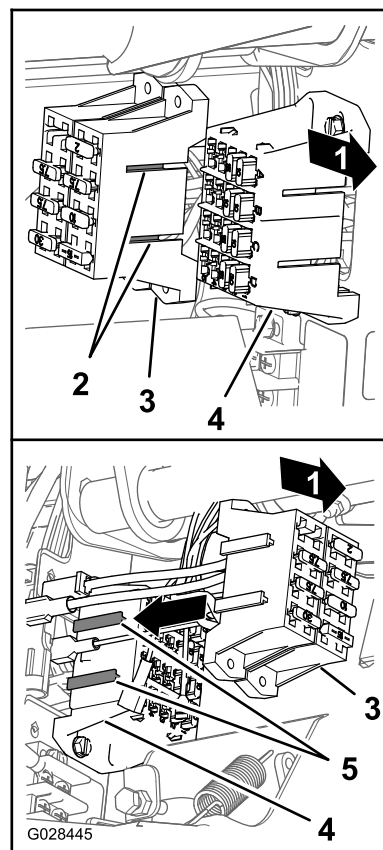

Figura 24
- Aliniați fittingurile în T de pe blocul de siguranțe al pulverizatorului la fantele în T ale blocului de siguranțe al mașinii și glisați blocul de siguranțe al pulverizatorului în fante până când blocul de siguranțe este complet așezat (**Figura 24**).